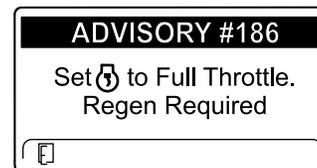

Рисунок 45
**Примечание:** Если температура выхлопа двигателя слишком низкая, на дисплее инфо-центра появится ИНФОРМАЦИОННОЕ СООБЩЕНИЕ № 186 (Рисунок 45), чтобы сообщить вам о том, что необходимо установить максимальное положение дроссельной заслонки (высокая частота холостого хода) двигателя.